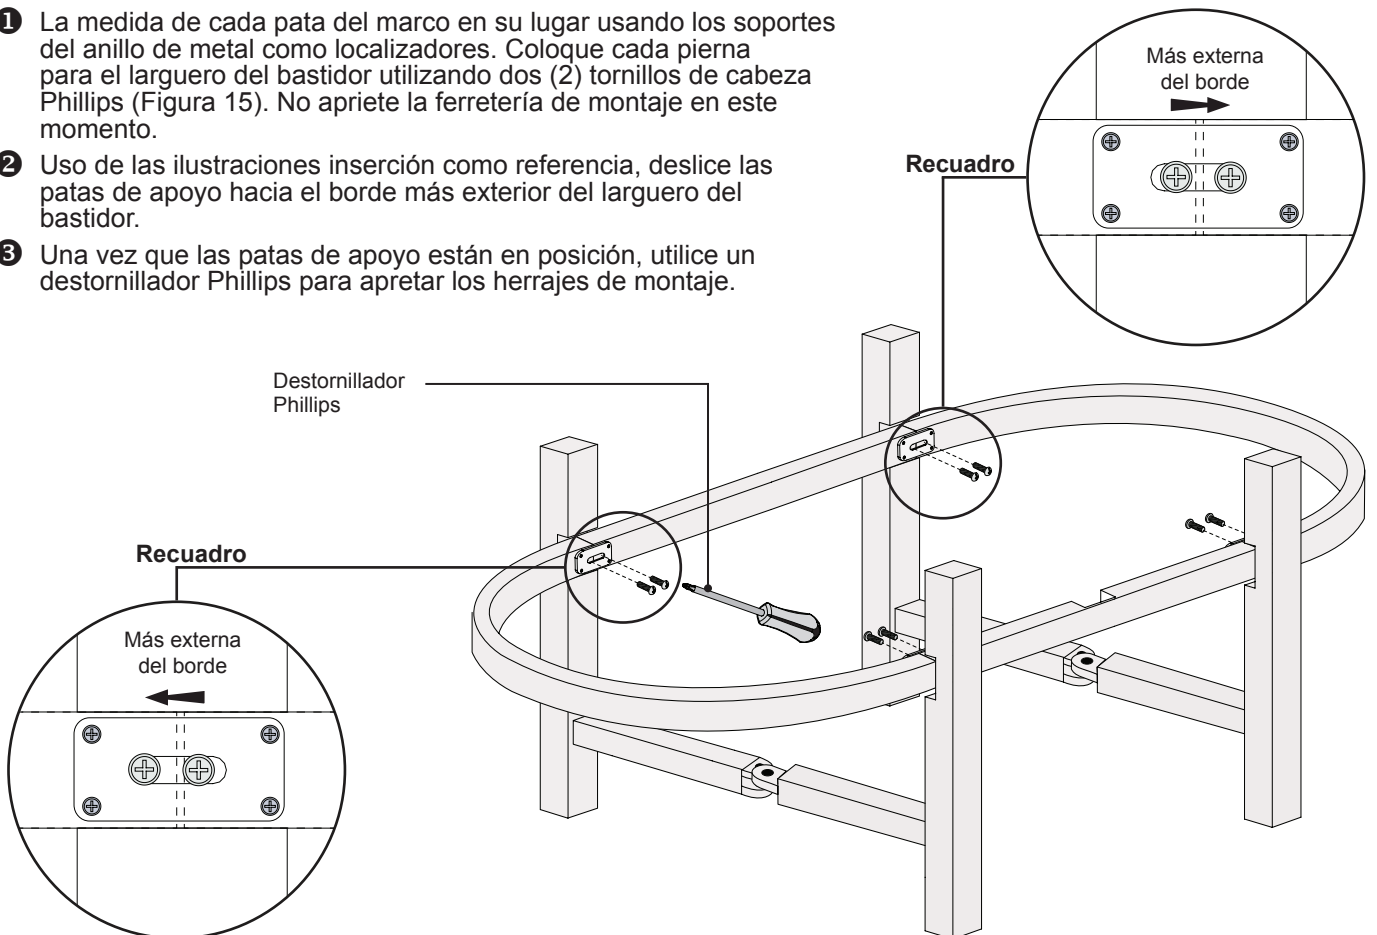

Figura 15. Madera del marco de la Asamblea
- 1 La medida de cada pata del marco en su lugar usando los soportes del anillo de metal como localizadores. Coloque cada pierna para el larguero del bastidor utilizando dos (2) tornillos de cabeza Phillips (Figura 15). No apriete la ferretería de montaje en este momento.